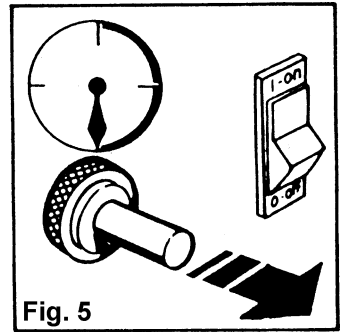

Fig. 5
- Ad accensione avvenuta mantenere premuto il pulsante della valvola per circa 10 secondi (Fig. 5). Se dopo aver lasciato il pulsante della valvola il riscaldatore si dovesse spegnere, attendere un minuto e ripetere l'ope-